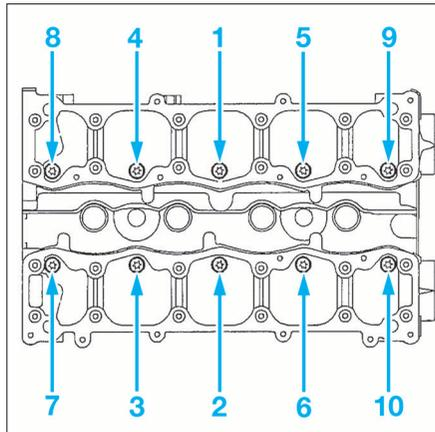

FIG. 28
- Serrer les vis de culasse en respectant l'ordre et le couple de serrage prescrit (Fig.28).